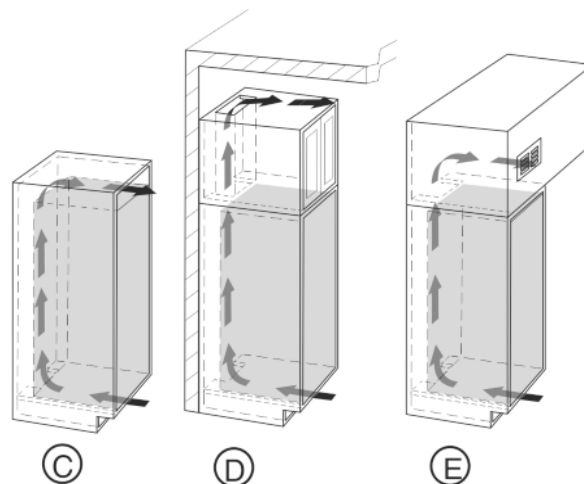

Fig. 4
- Верхняя площадь вентиляционного отверстия может быть выполнена непосредственно над устройством и снабжена вентиляционной решеткой Fig. 4 (C), находиться рядом с крышкой над мебелью Fig. 4 (D), или иметь вид вентиляционного отверстия в промежуточной перегородке Fig. 4 (E).